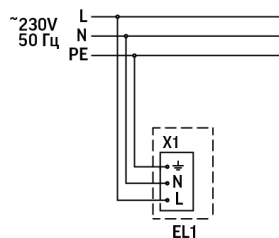

Рисунок 1
- Завести сетевой кабель через гермоизолятор в корпусе и подключить к клеммной колодке, закрепленной на отражателе, в соответствии со схемой подключения (рис. 1);